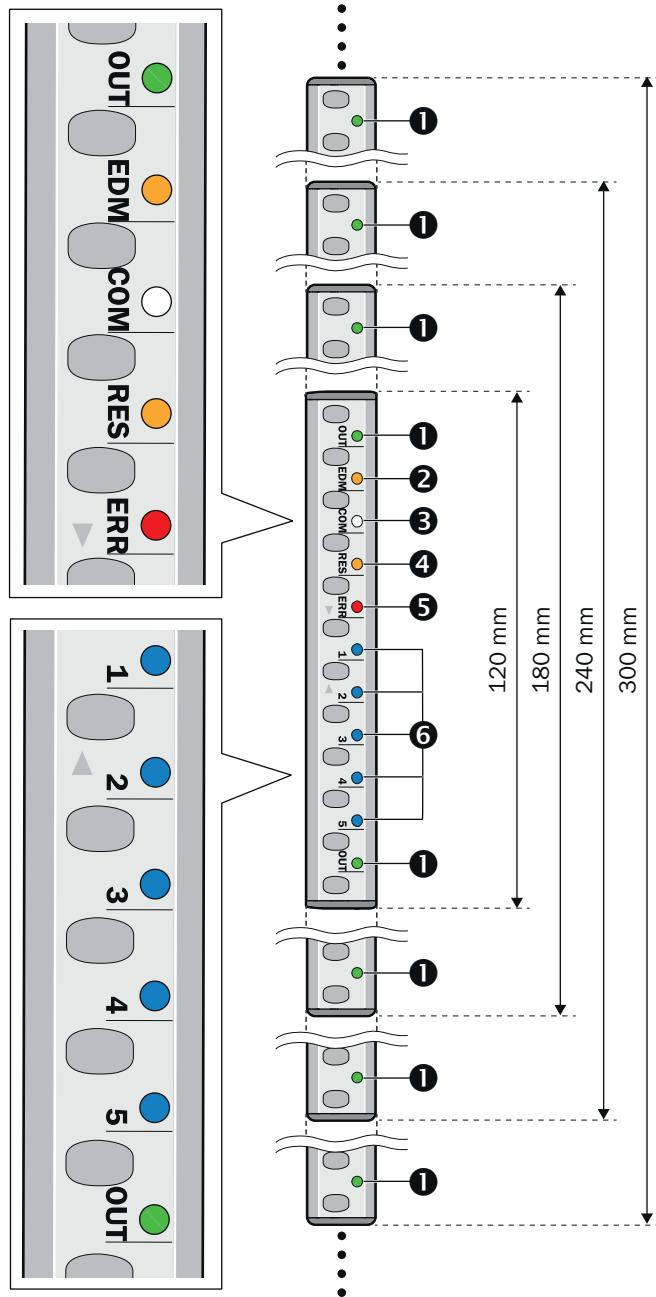

Рисунок 7: Светодиоды Twin-Stick
- ① OUT
- ② EDM
- ③ COM (связь)
- ④ RES
- ⑤ ERR (ошибка)
- ⑥ 1, 2, 3, 4, 5
рисунок 7 отображает светодиоды световой завесы безопасности. Начиная с высоты защитного поля 180 мм светодиод OUT (①) расположен с регулярными интервалами и может гореть красным или зелёным. Он отмечен OUT только в двух положениях световой завесы безопасности.